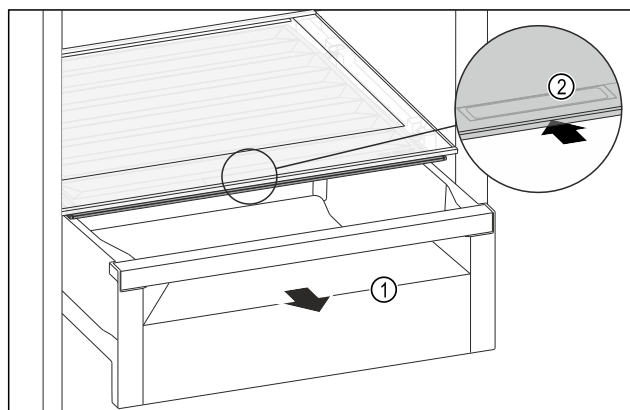

Fig. 188
- Izvucite ladicu Fig. 188 (1).
- Primite ručku Fig. 188 (2) na poklopcu pretinca i istodobno povucite poklopac pretinca prema natrag.